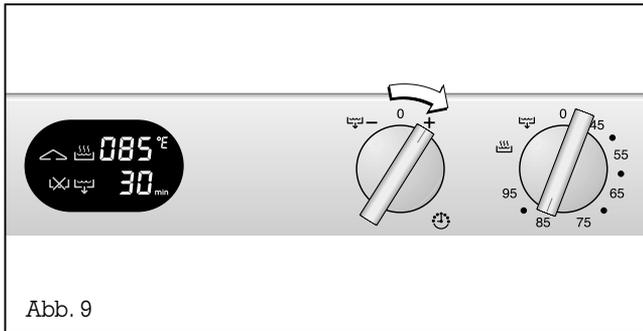

Abb. 9
- Drehen Sie den Bedienelement „Kurzzeit“ auf die Stellung + oder -, bis die von Ihnen gewünschte Zeit im Display erscheint (Abb. 9). Sobald der Bedienelement sich wieder in Nullstellung befindet, läuft die eingestellte Zeit ab. Nach Ablauf der eingestellten Zeit schaltet das Gerät automatisch ab und es ertönt ein akustisches Signal. Wenn Sie das Gerät früher ausschalten, läuft der Timer ohne Abschaltfunktion weiter. Nach Ablauf der Zeit ertönt ein akustisches Signal. Sobald Sie einen der Bedienelement drehen, verstummt das akustische Signal.